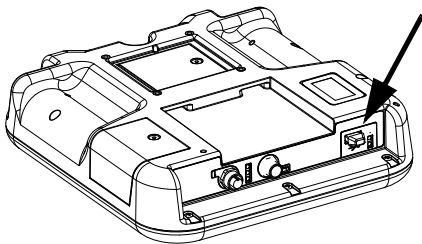

FIG. 65: Puerto USB del módulo ADM
1. Inserte la unidad flash USB en el puerto USB. Consulte la FIG. 65.